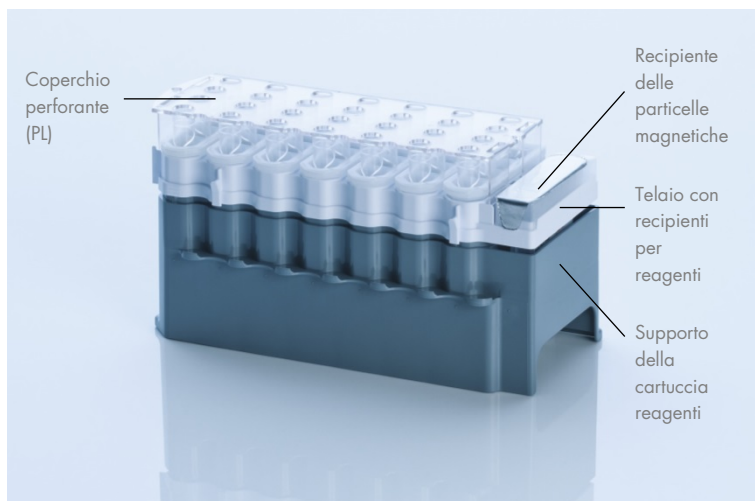

Figura 2. Cartuccia reagenti QIASymphony. La cartuccia reagenti contiene tutti i reagenti necessari per l'esecuzione del protocollo.
I reagenti per la purificazione del DNA sono contenuti in un'innovativa cartuccia reagenti (Figura 2, pag. 18). Ciascun recipiente della cartuccia reagenti contiene un particolare reagente, vale a dire particelle magnetiche, tampone di legame, tampone di lavaggio oppure tampone di eluizione. Le cartucce reagenti utilizzate solo parzialmente possono essere richiuse con le strisce sigillanti riutilizzabili per consentirne un riutilizzo ed evitare la produzione di scarti a causa dei reagenti rimasti al termine della procedura di purificazione.
Collocare la cartuccia reagenti sul relativo supporto. Prima di utilizzare una cartuccia reagenti per la prima volta, posizionare il coperchio perforante (PL) sulla cartuccia reagenti (Figura 2, precedente).